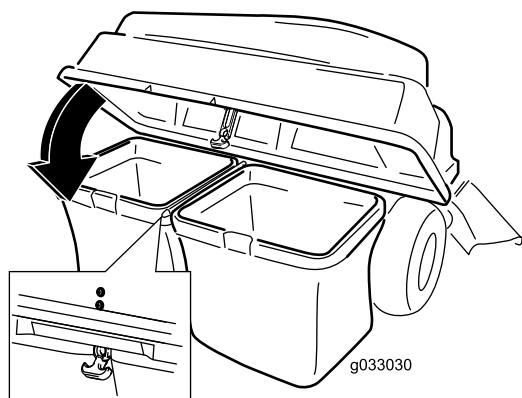

Figure 19
5. Abaissez le couvercle du système de ramassage sur les bacs (Figure 19).
6. Fixez le couvercle avec le verrou (Figure 19).